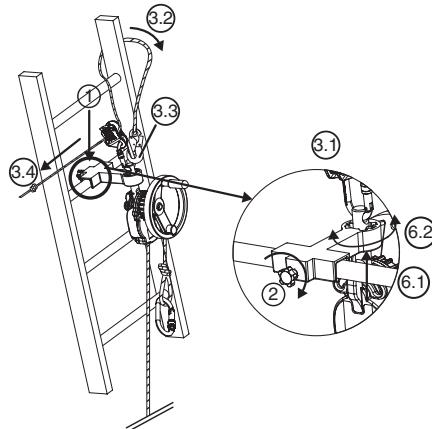

Рис. 7
6.3.3. Устройство Derope™ UP K (рис. 7)
1. Установите маленький опорный кронштейн на поперечину лестницы в положение, требуемое для проведения спасательной операции, над эвакуируемым лицом (рис. 7, 1).
2. Зафиксируйте блокирующий штырь, находящийся позади опорного кронштейна, спомощью завинчивающейся головки (рис. 7, 2).
- Пропустите карабин приспособления для регулировки длины стропа LCM 05 через отверстие в верхней части крепежного штыря (рис. 7, 3.1).
- Оберните страховочный строп вокруг поперечины, находящейся над кронштейном, обойдя одну из стоек лестницы (рис. 7, 3.2).
- Присоедините карабин страховочного стропа к карабину приспособления для регулировки длины стропа LCM 05 (рис. 7, 3.3).
- Натяните страховочный канат, потянув за свободную ветвь (рис. 7, 3.4).
6. Установите устройство Derope™ в нужное положение, меняя положение крепежного штыря в делительном устройстве (рис. 7, 6.1–6.2).